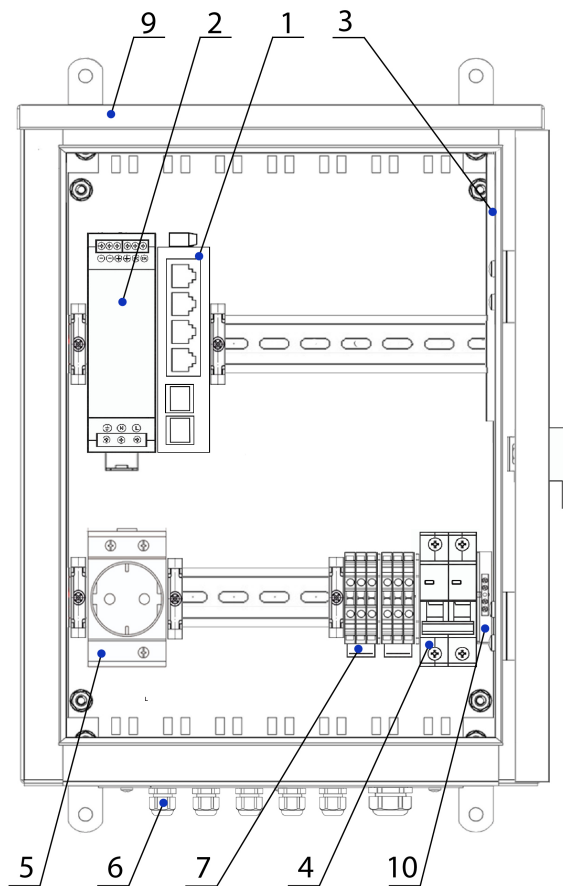

Рис.1
СОСТАВ ИЗДЕЛИЯ (СМ. РИС.1)
1. Заземлить изделие при помощи зажима наборного 10 (рис.1).
5. Подключить кабель питания к входу автомата питания 4 (Рис.1).